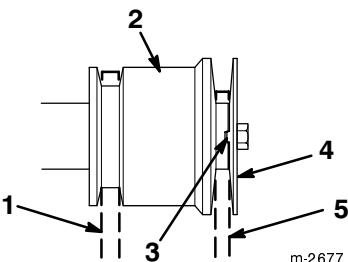

Figure 28
Remarque : Veillez à ne pas pincer la courroie d'entraînement de traction (Fig. 28).
- Remontez la poulie à gorge du moteur, la rondelle plate, la rondelle-frein et la vis du vilebrequin du moteur. Contrôlez que le relief d'indexation de la poulie à gorge du moteur est bien engagé dans le creux d'indexation de la poulie du moteur (Fig. 28).
Remarque : Veillez à ne pas pincer la courroie d'entraînement de tarière/roue hélice (Fig. 28).
Remarque : Contrôlez que le relief d' indexation de la poulie à gorge du moteur est bien engagé dans le creux d' indexation de la poulie du moteur. Veillez à ne pas pincer la courroie d' entraînement (Fig. 28).